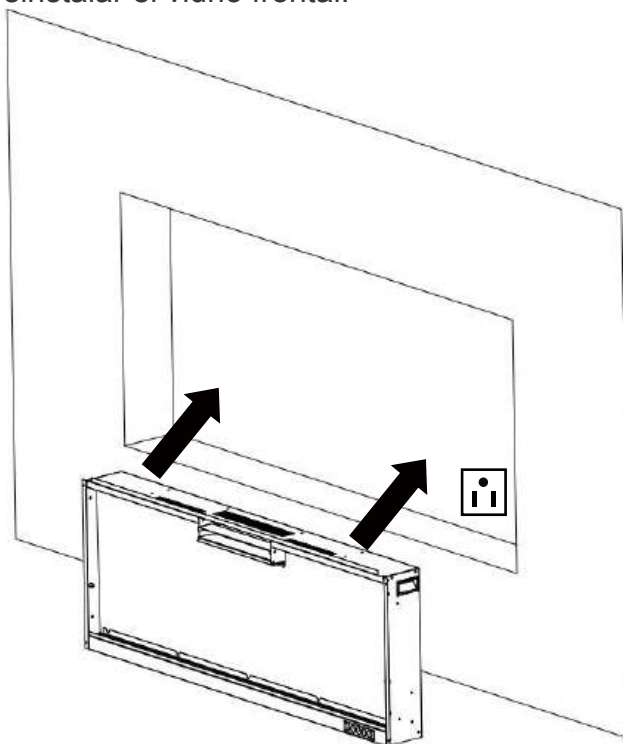
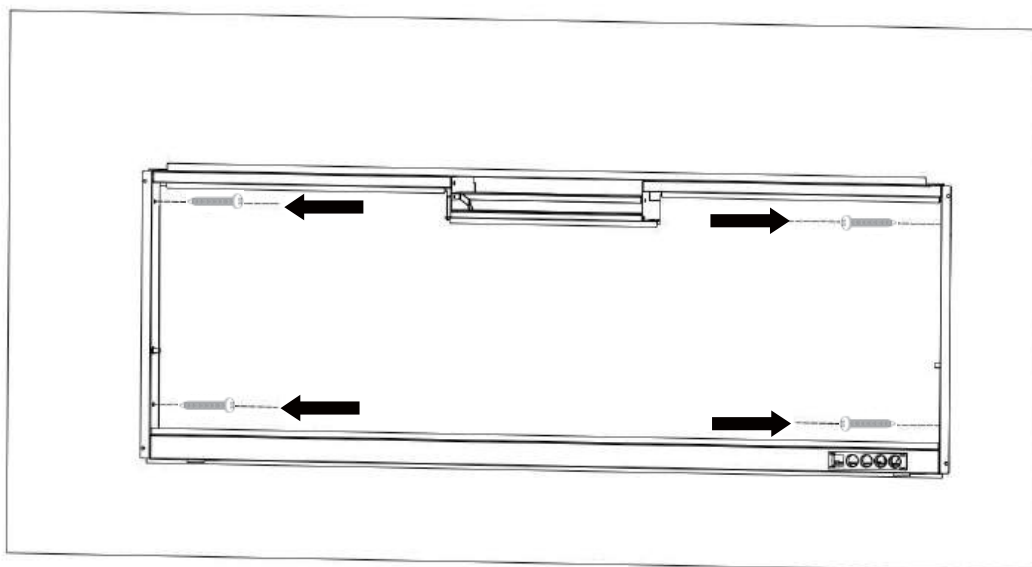

Fig. 2-3
Fig. 2-4
E. Pida a dos personas adultas que levanten el hogar y lo introduzcan en el marco de instalación y, a continuación, fíjelo instalando **4** tornillos para madera (**B**) a través de los orificios (Fig. 2-3, Fig. 2-4).